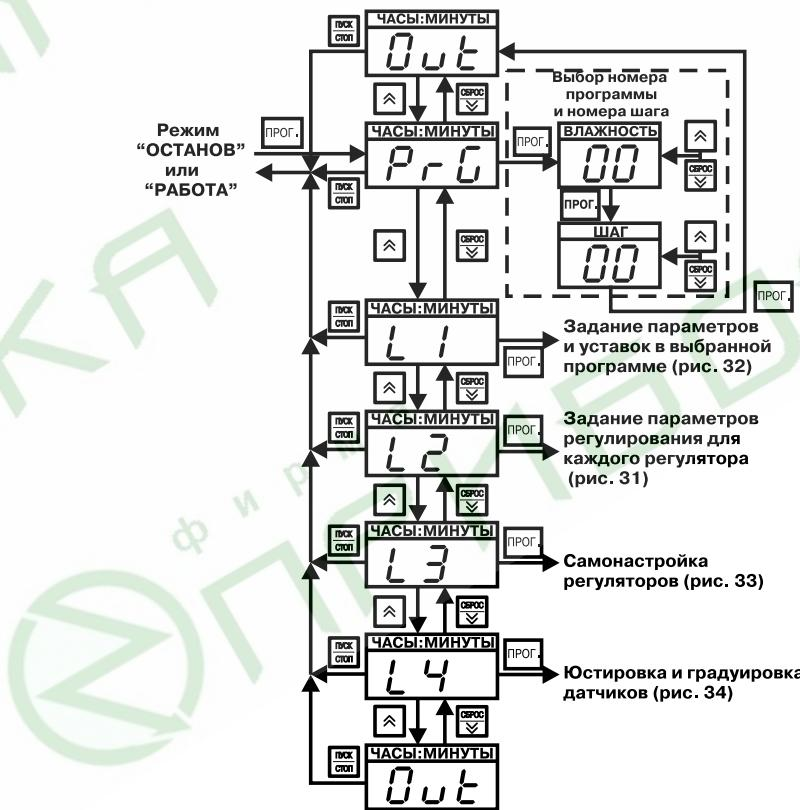

Рис. 29. Основное меню режима ПРОГРАММИРОВАНИЕ
4.2.2.1. Схема основного меню режима ПРОГРАММИРОВАНИЕ, а также меню подрежима выбора программы для исполнения изображены на **рис. 29**. По
Для выбора уровня программирования необходимо после появления сообщения «Рг-Б» (см. **рис. 29**) нажать кнопку ▲ (вверх), прибор перейдет на уровень L1; дальнейшее нажатие этой кнопки позволяет последовательно перейти на уровни программирования L2, L3, L4 и далее в «нижнее» состояние «Ди-Б» основного меню (означает окончание списка параметров, в данном случае – списка уровней программирования). При этом на индикаторе «ЧАСЫ:МИНУТЫ» высвечивается наименование каждого уровня и состояния.
Нажатием кнопки (вниз) осуществляется обратный переход от уровня L4 к уровням L3, L2, L1, «*Р-Г*» и далее в «верхнее» состояние «*Би-Г*» основного меню (см. рис. 29).
4.2.2.3. Для перехода в подрежим выбора программы (шага) для исполнения необходимо после появления сообщения «*Р-Г*» (см. рис. 29) нажать кнопку . Прибор перейдет в подрежим выбора программы (шага) для исполнения (см. рис. 29, справа вверху обведенную пунктиром часть схемы). При этом на индикаторе «ВЛАЖНОСТЬ, %» индицируется номер программы.
Если программа должна выполняться не с первого шага, то, нажав кнопку (см. рис. 29), устанавливают кнопками (вверх) и (вниз) номера шага, с которого начнется выполнение программы; при этом на индикаторе «ШАГ» высвечивается номер шага. Для выхода из подрежима выбора программы (шага) для исполнения надо нажать кнопку – происходит переход в «верхнее» состояние «*Би-Г*», при этом на индикаторе «ВЛАЖНОСТЬ, %» высвечиваются прочерки, а на индикаторе «ЧАСЫ:МИНУТЫ» появляется надпись «*Би-Г*». Для последующего выхода из режима ПРОГРАММИРОВАНИЕ надо еще раз нажать кнопку .
Для входа в уровень L2 необходимо, находясь в основном меню на мигающем «L2», нажать кнопку . На сдвоенном индикаторе «ЧАСЫ:МИНУТЫ» будет гореть надпись «*Лод*», на индикаторе «ПАРАМЕТР» будет мигать произвольное число (на рис. 29 число «000» изображено условно), на самом нижнем индикаторе отображается обозначение уровня L2.